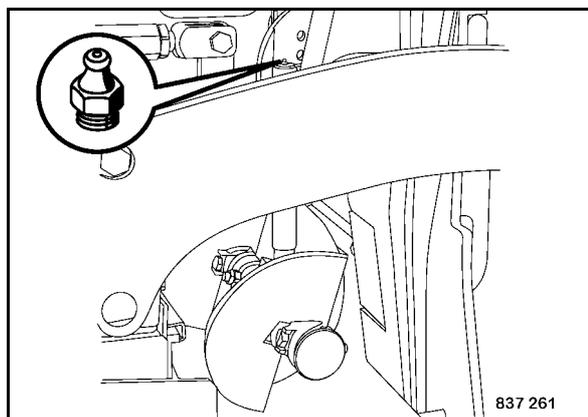

Fig. 150
- Pulire i nippoli ingrassatori sul cuscinetto sinistro e destro della coclea (Fig. 150).